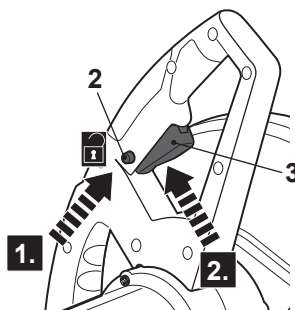

Fig. 9
- > Pressione e mantenha pressionado o botão de desbloqueio (2) e, em seguida, pressione o interruptor de ligado/desligado (3) para ligar o produto (Fig. 9). Depois, solte o botão de desbloqueio.
- > Solte o interruptor de ligado/desligado (3) para desligar o produto.